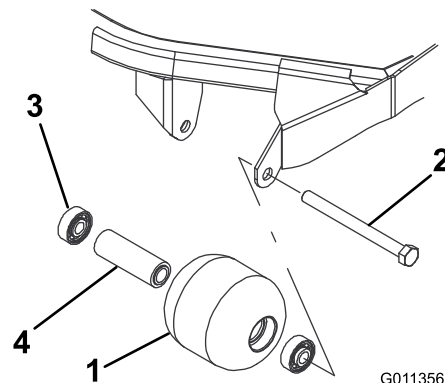

Figura 20
1. Rimuovete il bullone di montaggio del rullo (Figura 20).
4. Verificate la presenza di eventuali danni sull'alloggiamento, sui cuscinetti e sul distanziale del cuscinetto del rullo (Figura 20). Sostituite tutti i componenti danneggiati e procedete con il loro montaggio.
1. Montate il primo cuscinetto premendolo nell'alloggiamento all'interno del rullo (Figura 20). Premete soltanto sulla pista esterna o, in misura uguale, sulla pista interna ed esterna.
2. Inserite il distanziale (Figura 20).
3. Montate il secondo cuscinetto premendolo nell'alloggiamento all'interno del rullo (Figura 20). Premete in misura uguale sulla pista interna ed esterna, fino a quando la pista interna non tocca il distanziale.